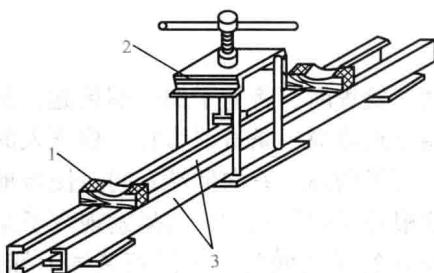

图 1-1 丝杠式压力机
3) 丝杠式压力机冷调直。调直管径较大 (DN325mm 以内)、管壁较厚 (不小于 10mm) 或弯曲较大的管子，可在丝杠式压力机上进行，如图 1-1 所示。操作时，沿逆时针方向旋转丝杠，将压块提升到夹持管子所需要的的高度，然后把管子插入，并将管子凸面朝上放置，置于两个垫块之间，垫块之间的距离，可根据管子弯曲部位的长度进行适当调整，再沿顺时针方向旋转丝杠，迫使压块下落，从而将管子的凸出部位压下去。如此反复，管子几经转动和调整，并适当用力加压，即可将管子调直。